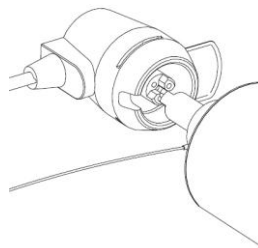

FIGURE 1H
- Raccorder ensuite le câble de connexion de la lampe UV venant du bloc électronique d'alimentation et muni à l'extrémité d'une prise spéciale (figure 1H).